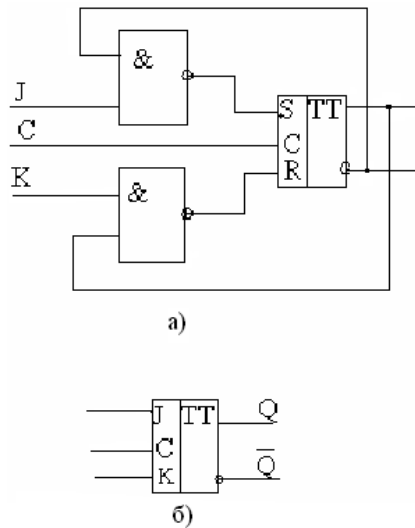

Рисунок 5.33– Схема  $JK$ -триггера (а) и его условное обозначение (б)
***JK-триггер*** получают из двухступенчатого *T*-триггера путем использования элементов «И-НЕ» на входных цепях ведущего триггера (рисунок 5.33).